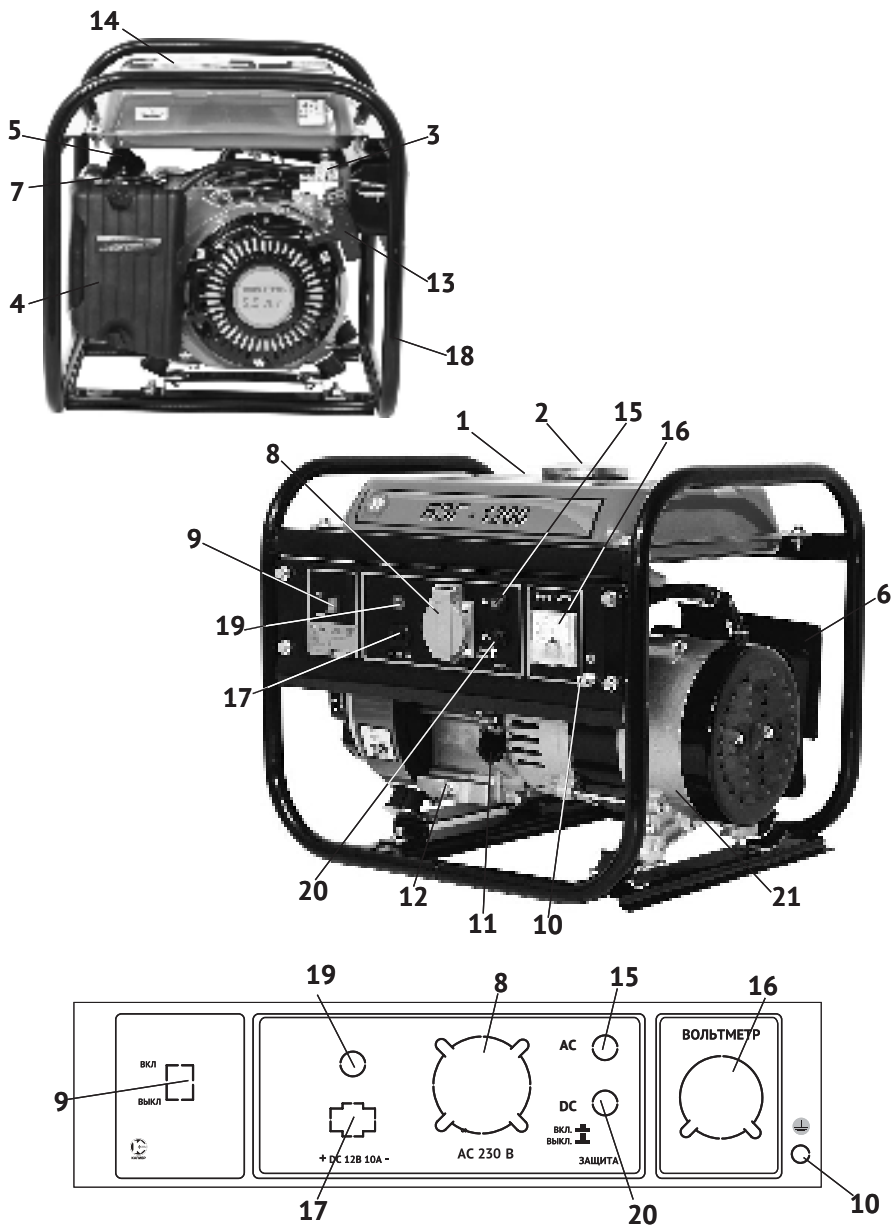

рис. 1
Коленчатый вал, приводимый во вращение возвратно-поступательными движениями поршня двигателя, передаёт крутящий момент на вал якоря генератора. Передача осуществляется через коническое сопряжение ротора генератора и вала двигателя. При этом образуется самоцентрирующаяся трёхопорная схема соединения. С обмоток статора генератора напряжение подводится: через систему стабилизации на розетку переменного тока (рис.1 поз.8); через выпрямительный блок на розетку постоянного тока (рис.1 поз.17).
2.4 Общий вид бензогенератора схематично представлен на рис.1
3.4 Двигатель и генератор закреплены на трубчатой раме (рис.1 поз.18) через амортизаторы, что снижает вибрацию аппарата и уменьшает уровень шума при работе. Все элементы бензогенератора имеют удобный доступ для обслуживания и ремонта.
Электрическая сеть подключения потребителей относится к системе с изолированной нейтралью, предусматривающей защитное заземление открытых токопроводящих частей корпуса. В зависимости от местных условий (состав грунта, его влажность и т.п.) изменяется качество заземления. Во всех случаях защитное заземление должно иметь сопротивление не более 4-х Ом. Во время работы бензогенератора его клемма заземления (рис.1 поз.10) должна быть подсоединена к заземлителю. Практически это требование может быть реализовано следующими способами:
Выкрутите пробку-щуп из маслозаливной горловины (рис.1 поз.11) и залейте в картер масло необходимой марки до нижнего края горловины. Вставьте сухой чистый щуп в горловину картера и выньте его. Проверьте уровень масла: граница смоченной области щупа должна располагаться между отметками минимального и максимального уровней.
5.3.1 Отключить всех потребителей переменного и постоянного тока от генератора. Перевести автоматический выключатель (рис.1 поз.15) в положение «ВЫКЛ.» (кнопка отжата).
- перевести выключатель зажигания (рис.1 поз.9) в положение «ВКЛ.»;
- открыть топливный кран (рис.1 поз.3);
- перевести рычаг воздушной заслонки (рис.1 поз.7) в крайнее левое положение «закрыто» при пуске холодного двигателя (для прогретого двигателя рычаг устанавливается в промежуточном положении);
- медленно потянуть рукоятку стартера (рис.1 поз.13) до появления сопротивления, затем резким движением вытянуть трос на всю длину. Повторите действие ещё раз, если двигатель не завёлся.
После прогрева двигателя в течение 10-40 секунд (в зависимости от начальной температуры), перевести рычаг воздушной заслонки (рис.1 поз.7) в крайнее правое положение «открыто».
- перевести выключатель зажигания (рис.1 поз.9) в положение «ВЫКЛ.»;
- закрыть топливный кран (рис.1 поз.3).
- наличие и величина напряжения переменного тока измеряется вольтметром (рис.1 поз.16);
При перегрузке может сработать защита генератора. Проверьте суммарную мощность подключённого оборудования. Отключите лишнее. Включите автомат защиты, утопив кнопку (рис.1 поз.15) до фиксации.